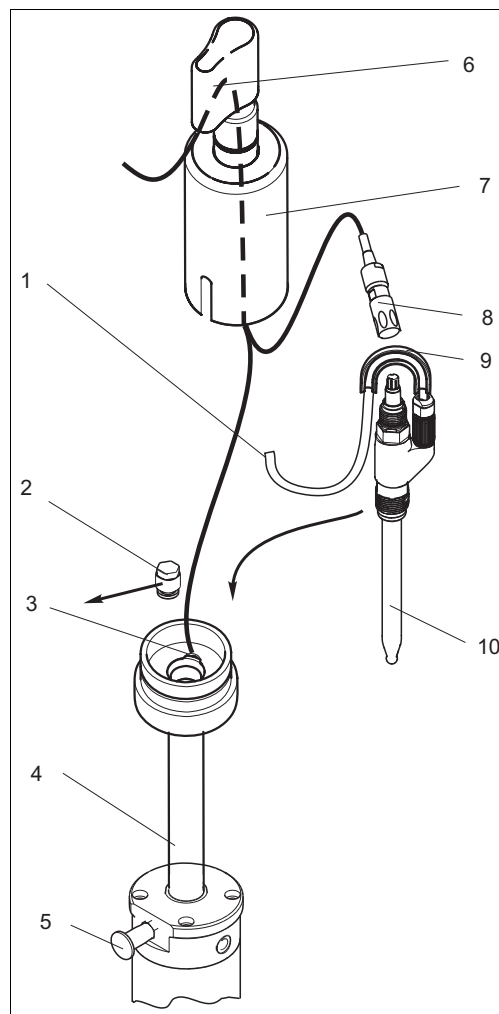

Fig. 17: Installazione del sensore a KCl liquido
2. Togliere il cappuccio di protezione dagli spruzzi (→ Fig. 17, pos. 6) e il coperchio del KCl (pos. 7).